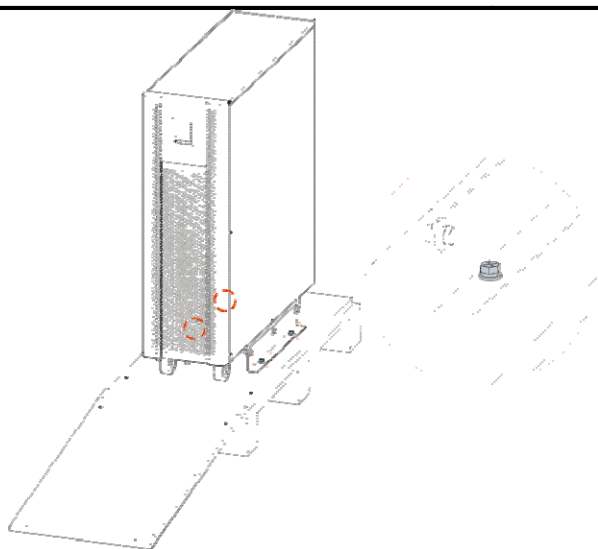

Рис. 3-4 Расположение крепёжных болтов
- Step 6 После проверки открутите с помощью гаечного ключа болты, крепящие устройство к деревянным кронштейнам. Расположение болтов показано на Рис. 3-4.